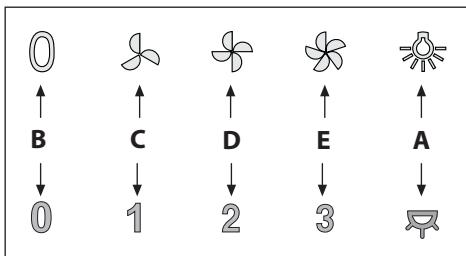

Fig.20
• Органы управления (Рис.20) Механические: